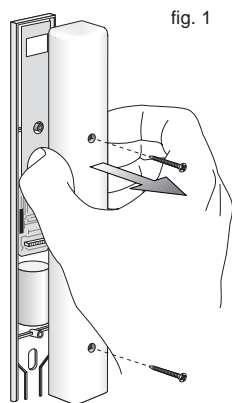

fig. 1
- Aprite il coperchio di entrambe le Barriere (fig. 1).